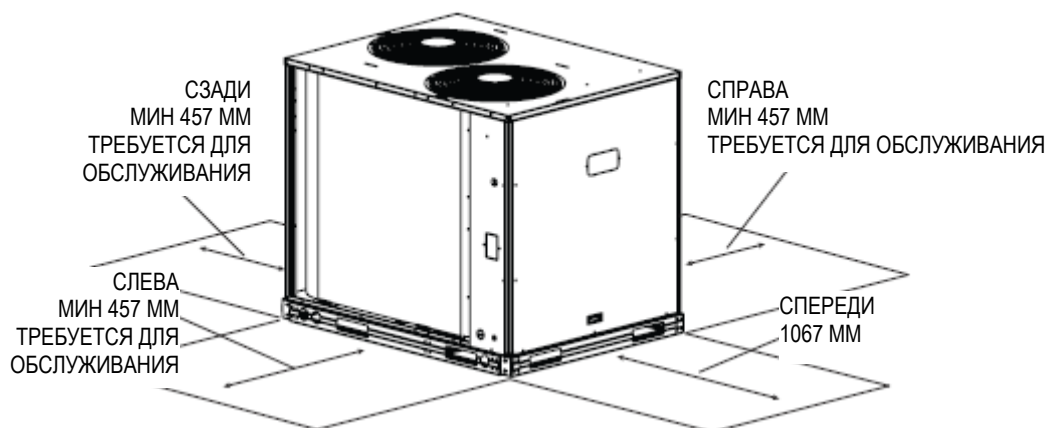

Рис. 5 — Свободное пространство вокруг блока – размеры
- зазоры для работы блока, а также доступа для обслуживания снизу, с боковых сторон и сверху, в соответствии с чертежами блока, см, рис. 5.